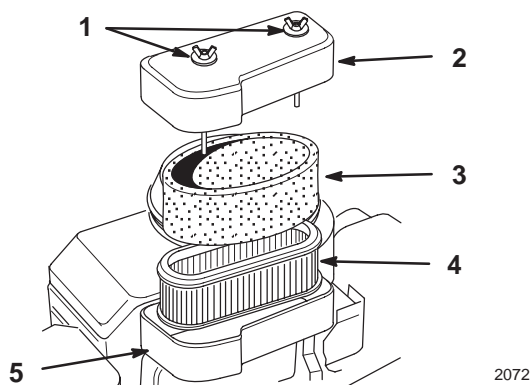

Figure 22
2. Nettoyez la surface autour du filtre à air pour éviter que des impuretés ne s'introduisent dans le moteur et l'endommagent. Dévissez les écrous du couvercle et déposez le couvercle du filtre à air (Fig. 22).
3. Déposez l'ensemble filtre à air (Fig. 22).
4. Glissez délicatement l'élément en mousse hors de l'élément en papier (Fig. 22).
1. Glissez délicatement l'élément en mousse sur l'élément en papier (Fig. 22).
2. Posez l'ensemble filtre à air sur sa base (Fig. 22).
3. Reposez le couvercle du filtre à air et fixez-le en place avec les écrous (Fig. 22).